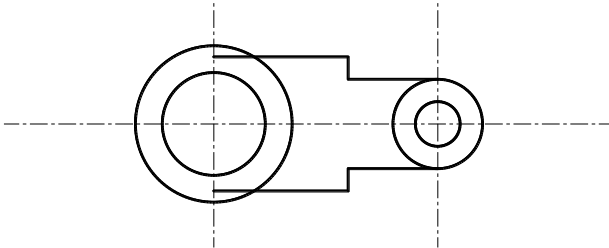

Рисунок 1.23 – Вигляд зображення 3
1.2.14 Створити нижню частину виду за допомогою команди **MIRROR**. Для цього треба відмітити накреслений у попередньому пункті елемент (окрім осевих та кола) безпосередньо курсором або вибирати рамкою. Вісь симетрії вказати на горизонтальній вісі, обравши на ній дві довільні точки. Видаляти попередній об'єкт не треба (ключ N). Зображення повинне мати вигляд, наведений на рис. 1.23.